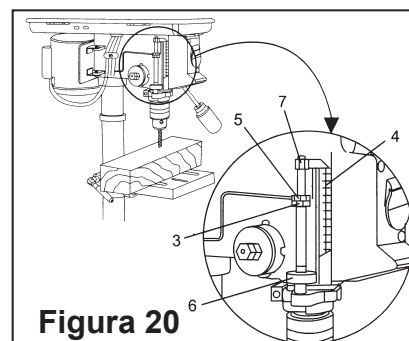

Figura 20
4. Haga girar la tuerca del cable inferior (3) hacia abajo para ponerse en contacto con la profundidad stop lug (6) en la cabeza (Figura 20).
5. Haga girar la tuerca superior (5) hacia abajo y apriete contra la tuerca del cable inferior (3) (Figura 20).
Profundidad escala método (Figura 20)